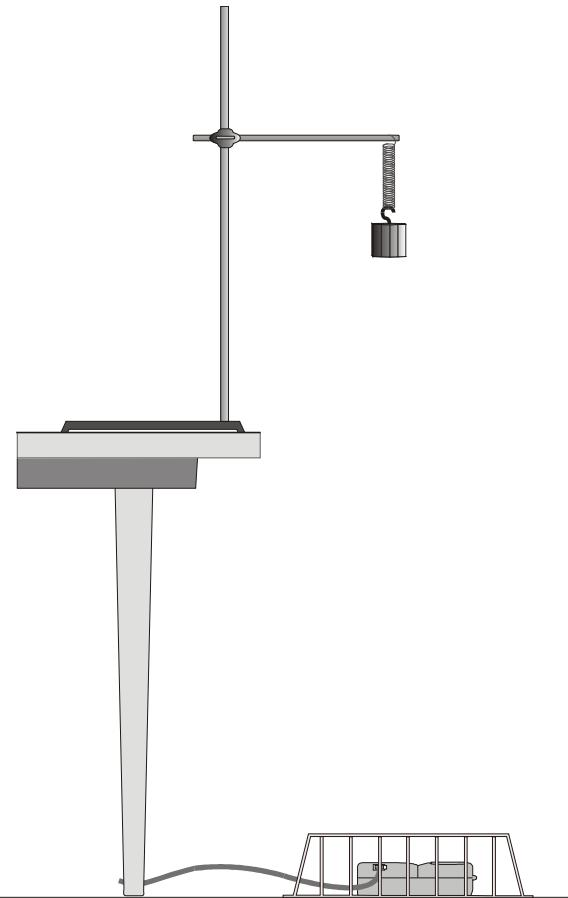

Fig. 1
1. Montieren Sie das 200 g-Gewicht und die Feder gemäss Fig. 1. Verbinden Sie den Motion-Detektor über den Eingang DIG/SONIC 1 mit dem Anschlussgerät. Legen Sie den Motion-Detektor genau unter das hängende Gewicht und achten Sie darauf, dass keine weiteren Gegenstände Echos auf den Detektor werfen können. Zum Schutz des Detektors stellen Sie den Drahtkorb über den Detektor. In der Gleichgewichtslage sollte das Gewicht etwa 60 cm über dem Detektor hängen. Bei Schwingungsweiten von höchstens 10 cm sollte das Gewicht den Mindestabstand von 40 cm zum Detektor nicht unterschreiten.